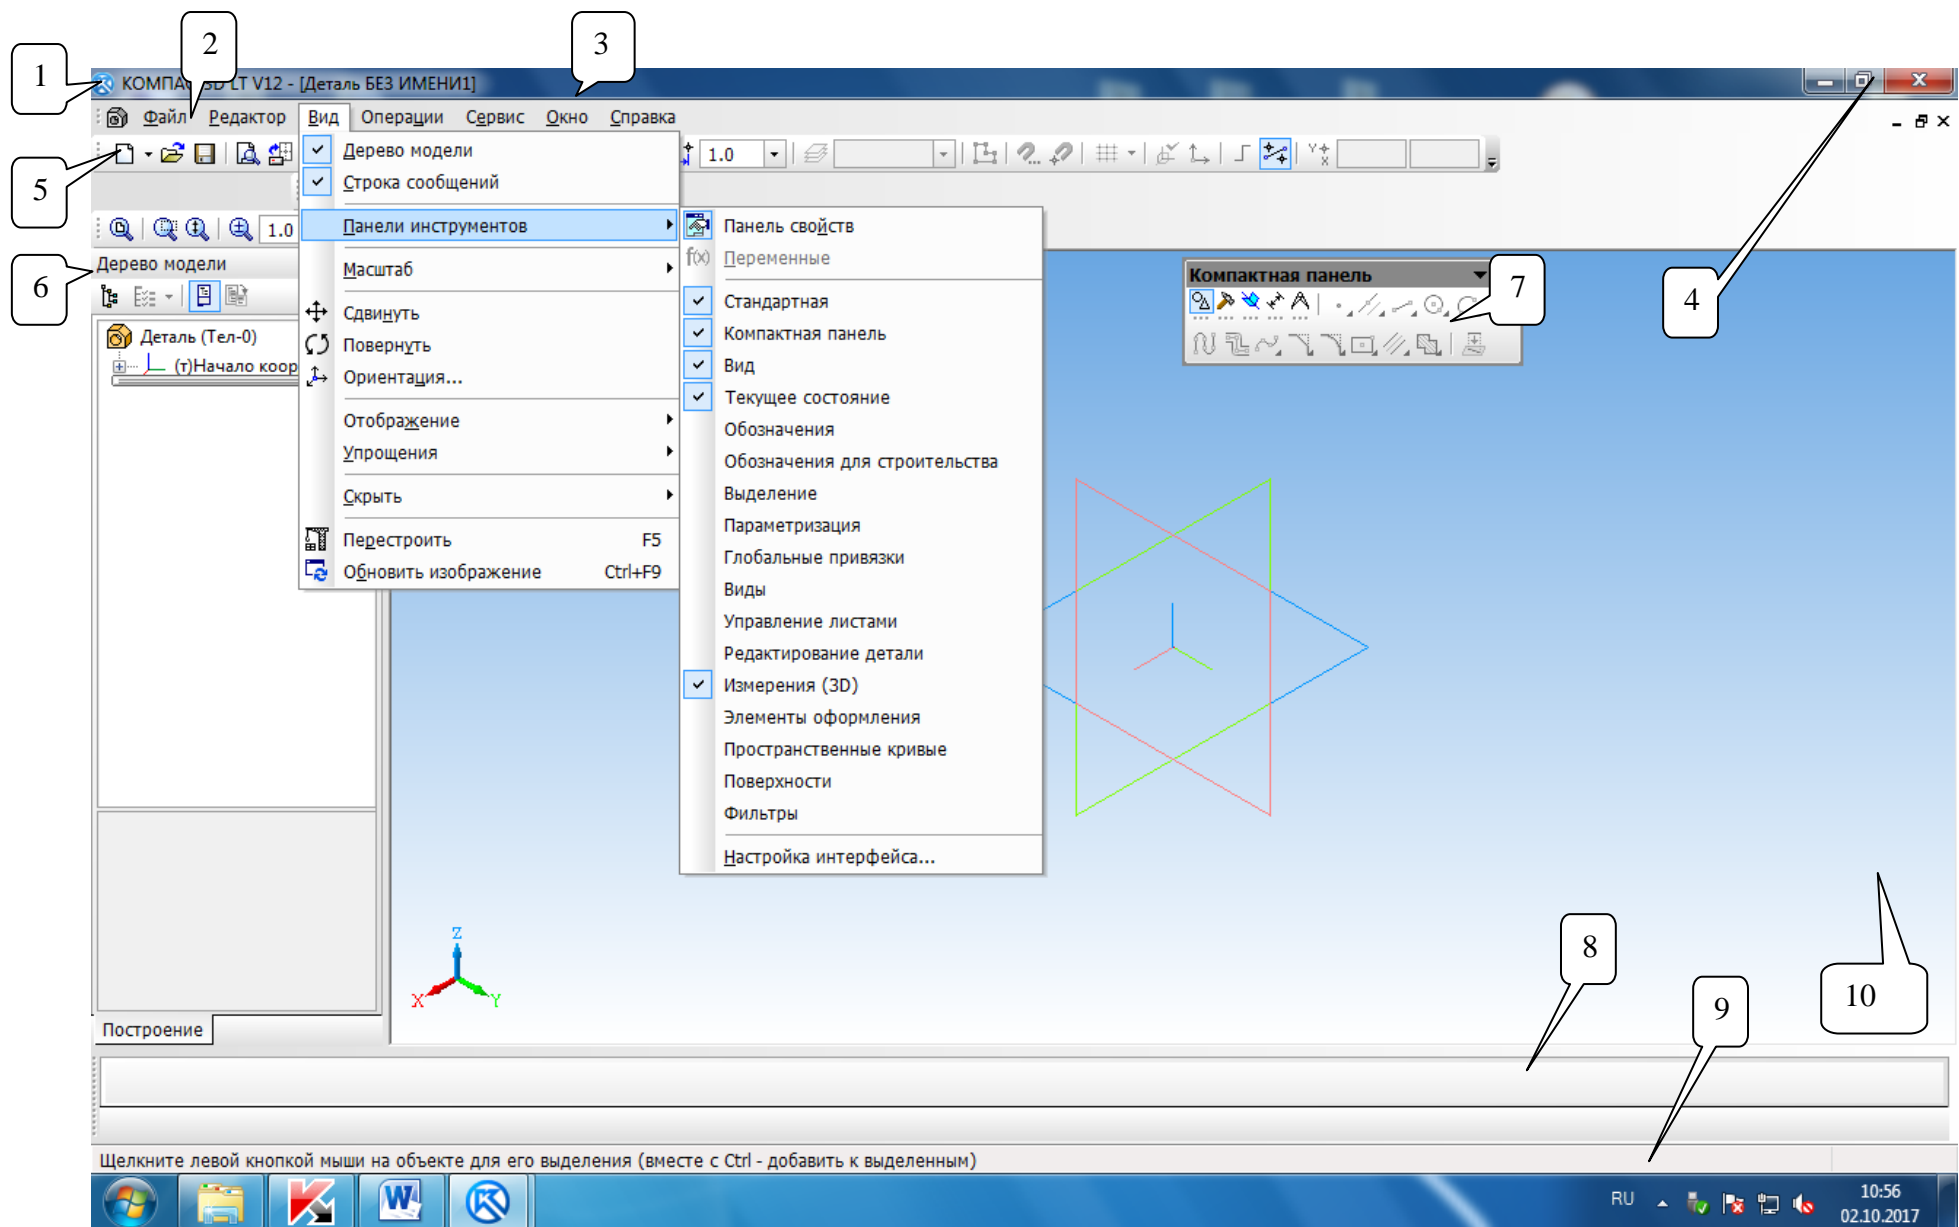
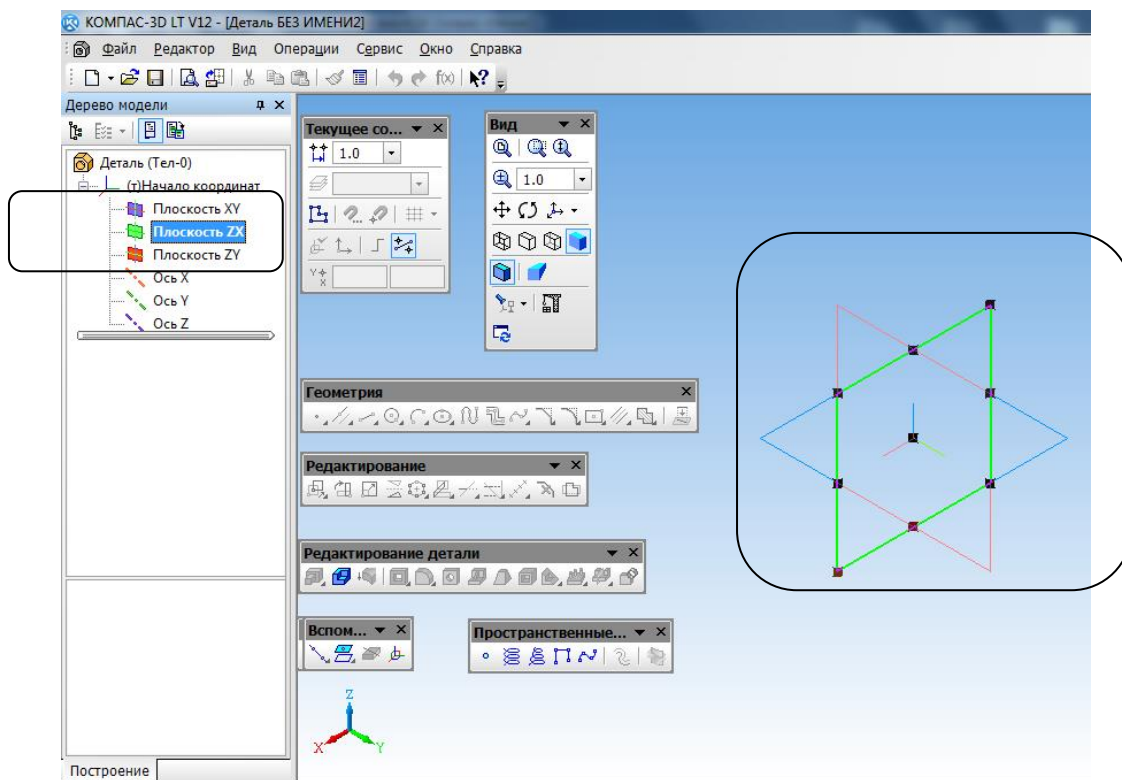

Рис. 2. Интерфейс САПР «Компас» в режиме Деталь.
Рис. 3 Дерево построений. Панели инструментов и система координат. Плоскости.
Интерфейс Компаса (рис. 2)
Ориентация вида плоскостей настраивается кнопкой Ориентация на панели инструментов Вид (рис. 3 и 4).
выводятся на экран через меню Вид (рис. 2, 4-6).
2. Через меню Вид вызовите на экран панели инструментов: Стандартная, Текущее состояние, Вид. Разместите их под строкой меню (рис. 2, рис. 3).
Этапы создания модели отображаются *в Дереве построений* (см. № 6 рис. 2) в виде значка Эскиза и значка Операции